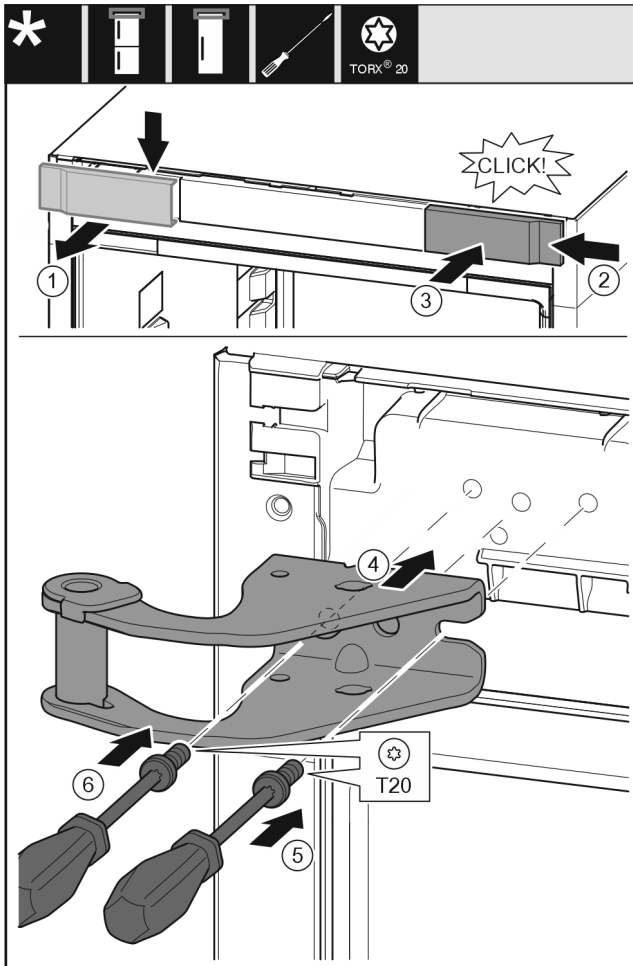

Fig. 16
- ▶ Зніміть кришку вгору вперед. Fig. 16 (1)
- ▶ Почепіть кришку, що повернута на 180°, з іншого боку праворуч. Fig. 16 (2)
- ▶ Зафіксуйте кришку. Fig. 16 (3)
- ▶ Встановіть верхній опорний кронштейн. Fig. 16 (4)
- ▶ Встановіть та закрутіть гвинт за допомогою викрутки T20. Fig. 16 (5)
- ▶ Встановіть та закрутіть гвинт за допомогою викрутки T20. Fig. 16 (6)